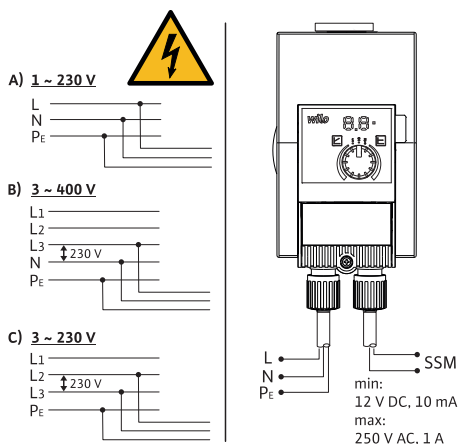

Fig. 3: Aansluitmogelijkheden
- Sluit op laagspanningsnetten met 230 V aan. Bij aansluiting op IT-netwerken (Isolé Terre-aardingssysteem) altijd zorgen dat de spanning tussen de fases (L1-L2, L2-L3, L3-L1 → Fig. 3) niet hoger wordt dan 230 V.